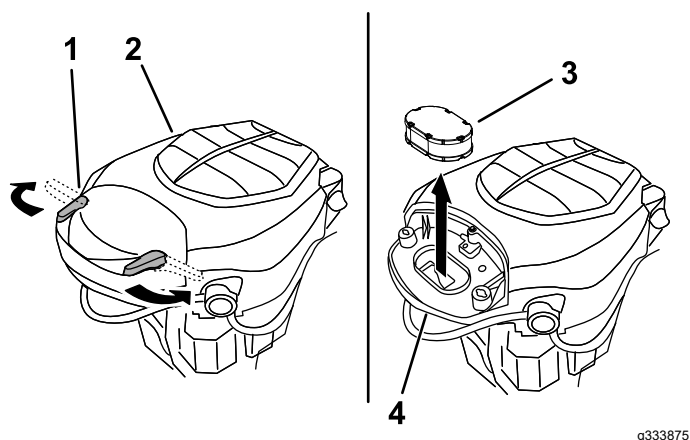

Figure 38
- Reposez le couvercle et fixez-le avec les verrous (Figure 38).